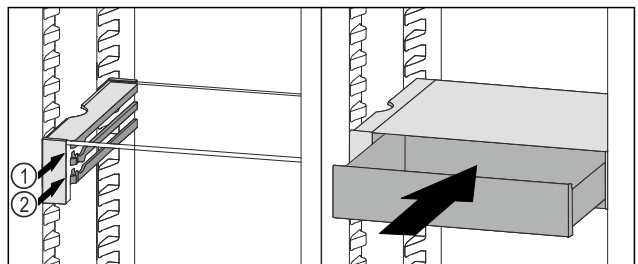

Fig. 93
- ▶ VarioSafe-Schubfach hinter den Stopperrn auf gewünschter Rippe Fig. 93 (1) oder Fig. 93 (2) aufsetzen.